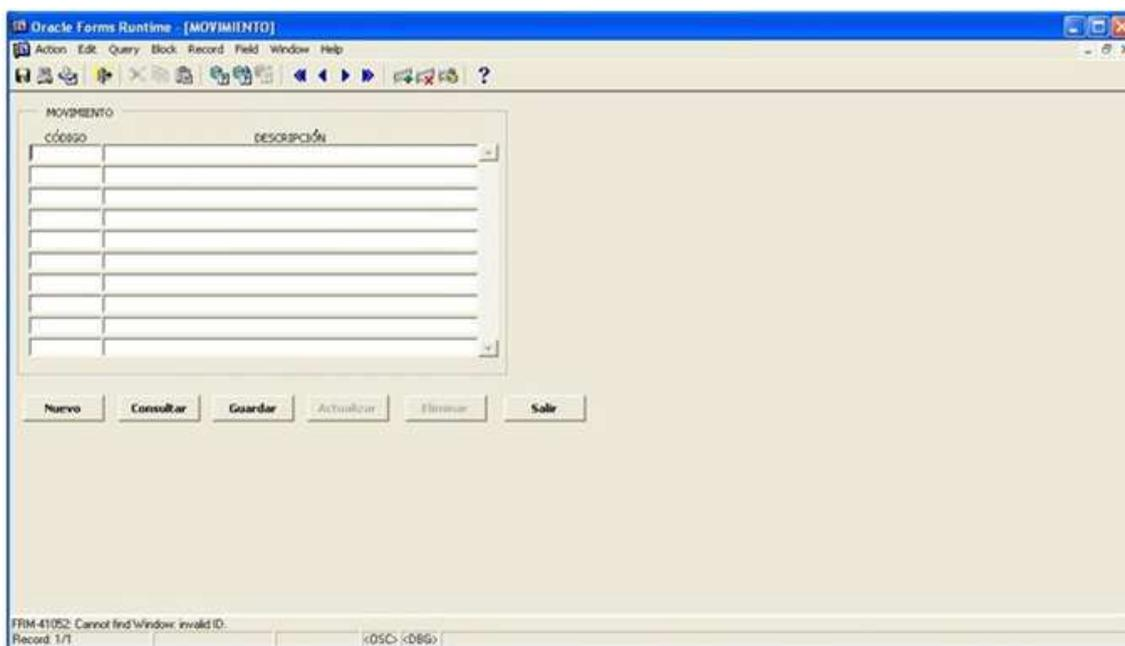

Figura 5-27. Pantalla Movimiento
2. Dé clic en la opción <Movimiento> y le aparecerá la siguiente pantalla: (Véase figura 5.27).